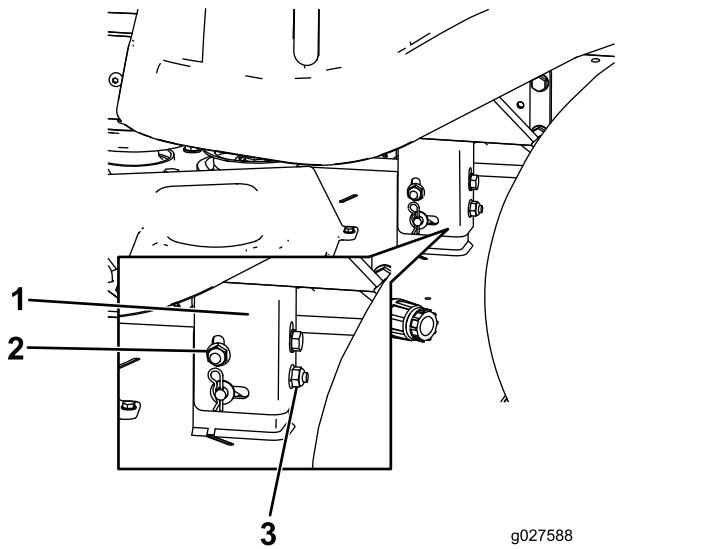

Figure 66
8. Élevez ou abaissez le côté gauche du plateau de coupe en tournant l'écrou arrière (Figure 66).
Remarque: Tournez l'écrou arrière dans le sens horaire pour éléver le plateau de coupe ou dans le sens antihoraire pour abaisser le plateau. (Figure 66).